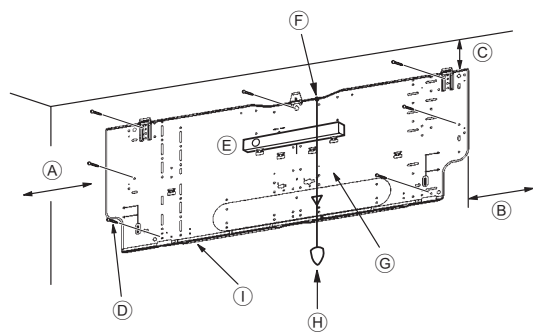
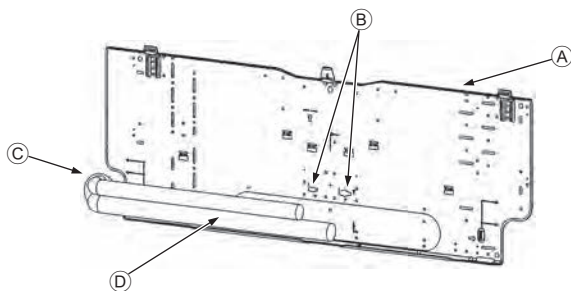

Fig. 3-4
Fig. 3-5
■ PKA-M60, 71, 100KA(L) (Fig. 3-4)
- Д Гвинти кріплення (4 × 25) ②
- І Монтажна плата ①
3.3. Вбудовування труб у стіну (Fig. 3-5)
- А Монтажна плата ①